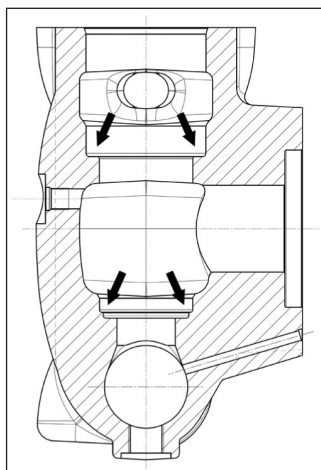

Fig. 88
Avant de remplacer les groupes de la soupape, nettoyer et essuyer à fond les logements correspondants situés dans la tête et indiqués par les flèches (rep. ①, Fig. 88).